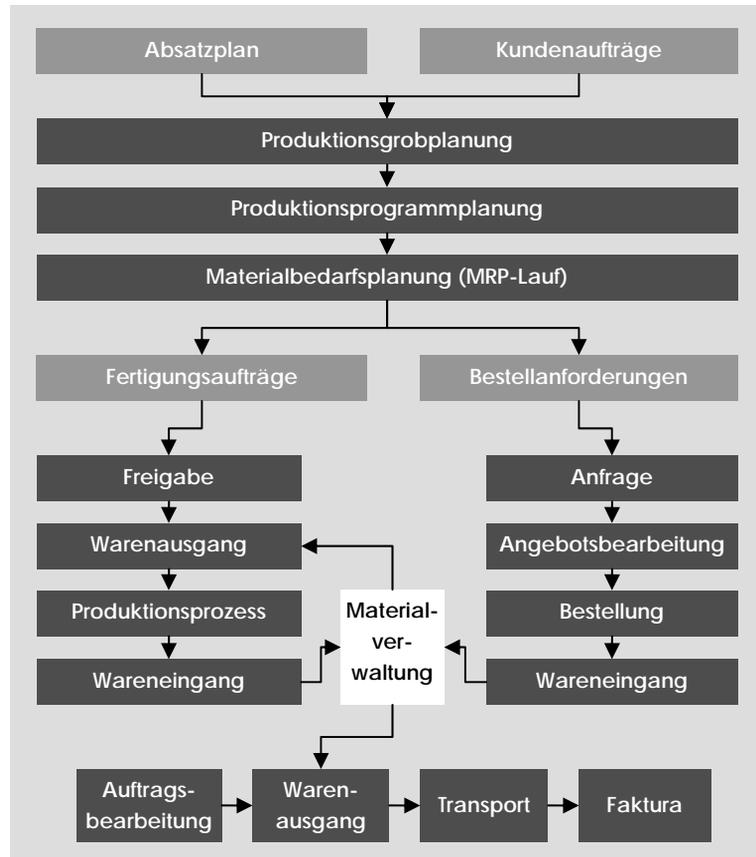

Abb. 1.1: Logistikprozess im Überblick
Im Mittelpunkt dieses Buches steht der Logistikprozess – von der Absatzplanung über die Produktionsplanung, Bedarfsauflösung, Materialbeschaffung und Fertigung bis zur Lieferung der gefertigten Erzeugnisse an den Kunden. Einen Überblick bietet Abbildung 1.1.
*Kapitel 5* Hiermit sind alle Grundlagen gelegt, um in **Kapitel 5** den eigentlichen Logistikprozess zu bearbeiten, der in Abbildung 1.1 im Überblick dargestellt ist. Dieses Kapitel bildet den Kernpunkt des Buches und behandelt den kompletten Durchfluss der Materialien durch das Unternehmen. Behandelt wird der Stoff in der Folge der Prozessschritte